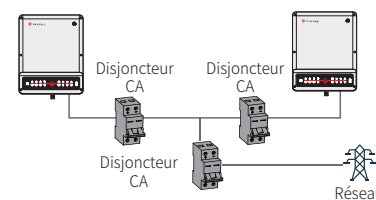

Fig. 16
1. Utilisez un disjoncteur CA distinct pour chaque onduleur (Fig. 16).